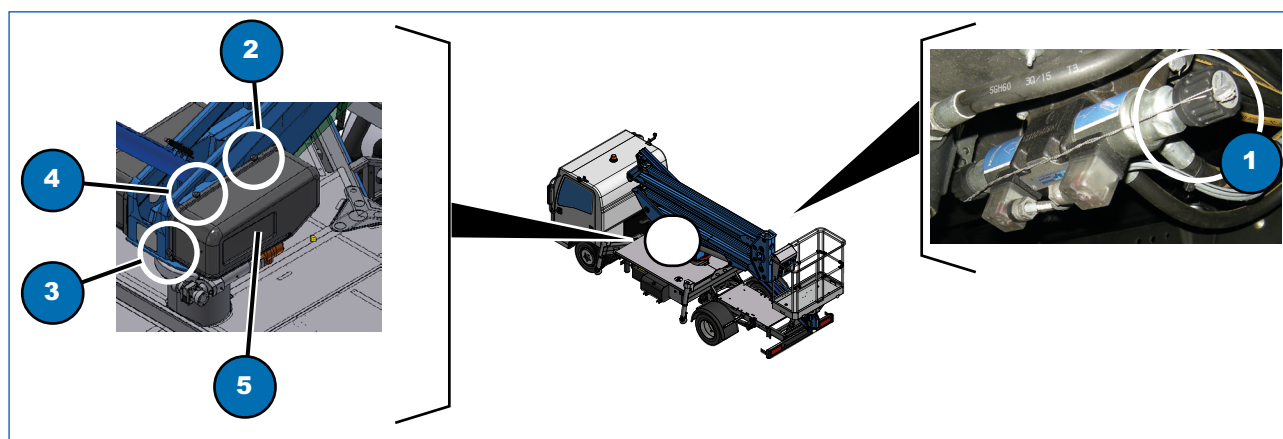

Fig. 7.4
- 3) spiombare la valvola deviatrice (Fig. 7.4, 1) "comando stabilizzatori/piattaforma di lavoro" posta vicino ai comandi stabilizzatori;
- 4) rimuovere completamente il carter in torretta svitando le manopole nere di bloccaggio (Fig. 7.4, 2, 3, 4);
- 5) procedere al recupero seguendo le indicazioni riportate in modo schematico sull'adesivo (Fig. 7.4, 4) posto sopra il coperchio: